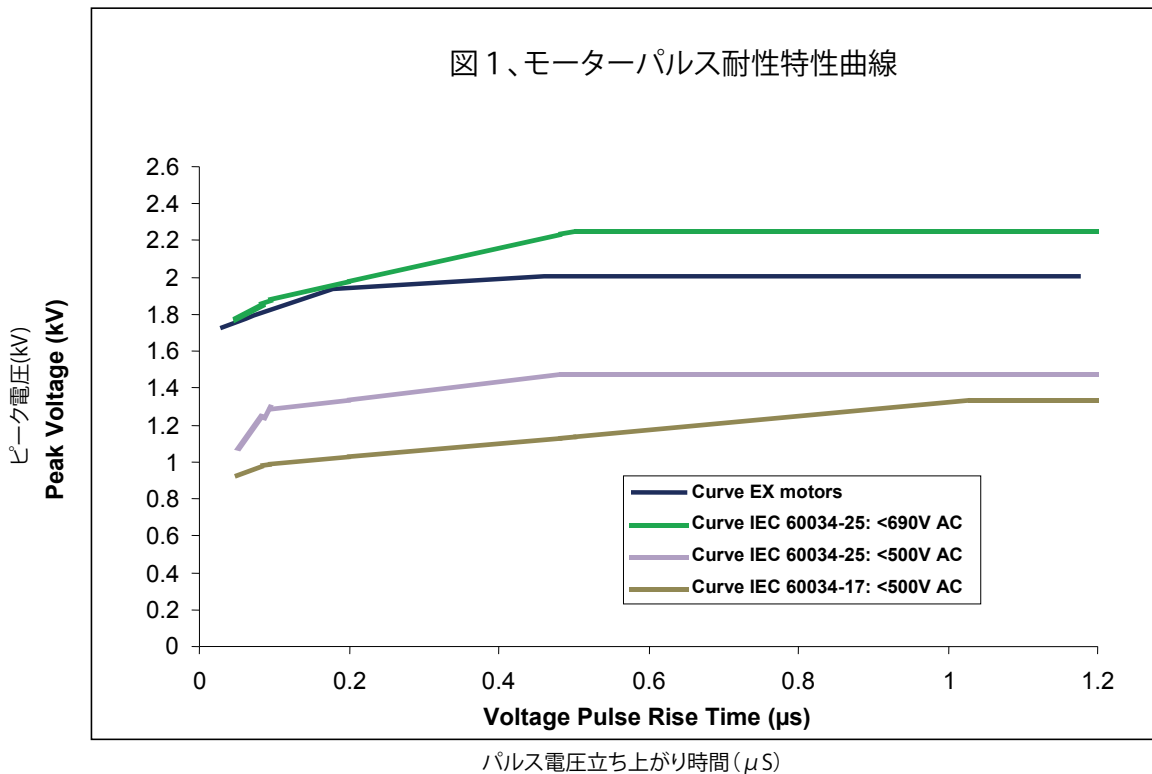

図1: 最小電圧はIEC規格に準拠したモーター絶縁の特性に耐えることができます。上部には、EXモーターの一般的な機能があります。
サーボモーターEXの絶縁システムは、高い繰り返しパルス電圧に耐えるように設計されており、最大500V ACのフィルタのないモータに対するIEC / TS 60034-25 ed 2.0 2007-03-12の推奨を大幅に上回ります (図1を参照)。
- 繰り返しパルス電圧は、図1「濃紺の曲線EXモーター」に示されている値を超えてはなりません。